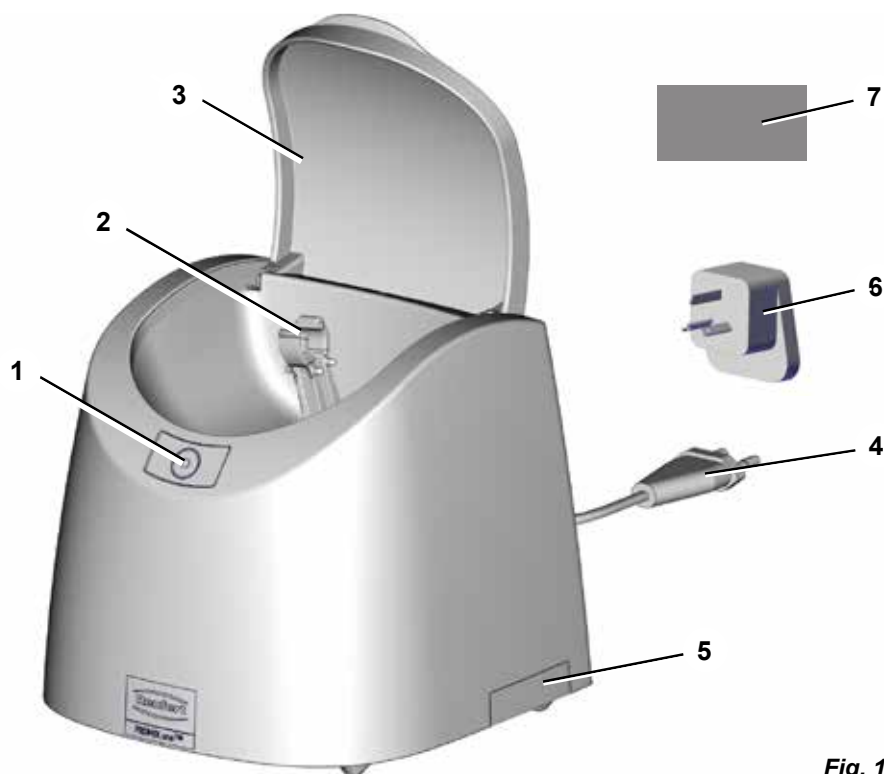

Fig. 1
- ⇒ Linda upp elkabeln (4, Fig. 1) och sätt in elkontakten i byggnadens eluttag.
Ytterligere information får du via QR-koden i mitten på apparatens högra sida (Service Label) (5, Fig. 1).